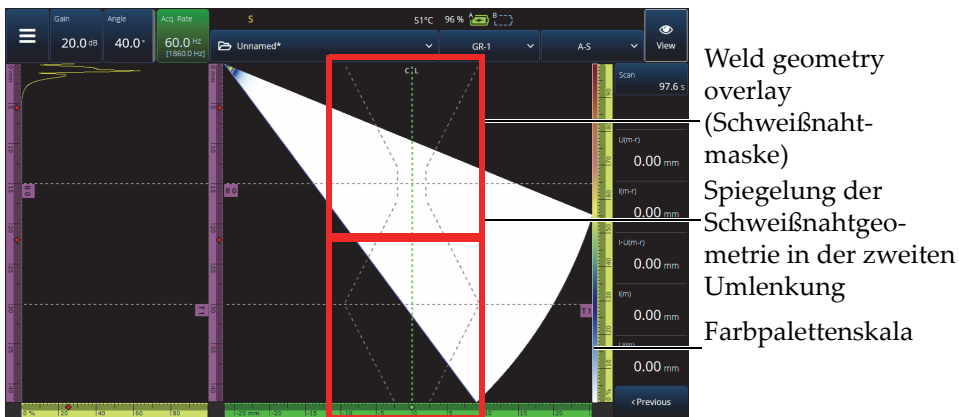
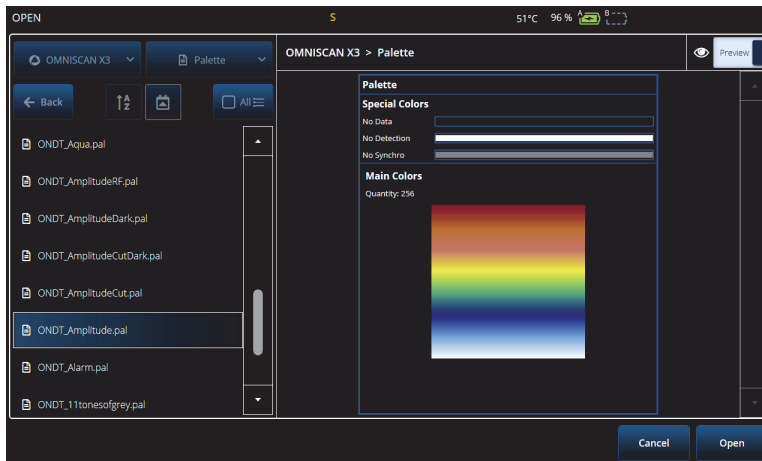

Abbildung 2-57 V-Offset weld geometry overlay (Schweißnahtmaske für Tulpe mit Gegenlage)
Abbildung 2-60 Color palette selector (Farbpalettenauswahl)
Wenn das Prüfteil eine Maske enthält (Schweißnaht oder Anwendungsspez.), kann die Sichtbarkeit der Maske umgeschaltet werden. Die Schweißnahtmaske ist eine Zeichnung von der Schweißnahtgeometrie oder Ihrer ausgewählten Zeichnung, die auf die S-Bild-Ansicht gelegt wird. Diese Funktion kann zur Visualisierung, wo sich Indikationen relativ zum Prüfteil oder zur Schweißnahtgeometrie befinden, hilfreich sein (Abbildung 2-57 auf Seite 116). Die Maskenreflexion (um die zweite Umlenkung, dritte Umlenkung etc.) kann im **Menu > Display > Overlay > Multiple Legs** (Menü > Anzeige > Maske > Mehrere Umlenkungen) im ein- und ausgeschaltet werden.
- ◆ Tippen und halten Sie die Farbpalette (das Lineal/die Skala auf der rechten Seite von Abbildung 2-57 auf Seite 116) und wählen Sie dann **Load** (Laden). Überprüfen Sie die verfügbaren Farbpaletten und tippen Sie auf **Open** (Öffnen), um die Palette zu ändern (Abbildung 2-60 auf Seite 120).
- ◆ Drücken Sie lange auf die Farbpalettenskala (rechts abgebildet in Abbildung 2-57 auf Seite 116) und wählen Sie **Restore Default Palette** (Standardpalette wiederherstellen) [siehe Abbildung 2-62 auf Seite 122].